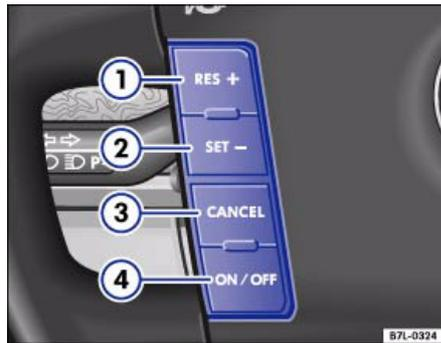

Abb. 112 Multifunktionslenkrad: Bedienelemente für die GRA
- Drücken Sie die Taste ⇒ Abb. 112 **ON/OFF**
- Drücken Sie die Taste **SET** ⇒ Abb. 112 ② einmal kurz, wenn die zu speichernde Geschwindigkeit erreicht worden ist. Die anliegende Geschwindigkeit wird gespeichert und konstant gehalten.
- Drücken Sie die Taste **RES +** ⇒ Abb. 112 ①, um die Geschwindigkeit schrittweise zu erhöhen.
- Drücken Sie die Taste **CANCEL** ⇒ Seite 161, Abb. 112 ③.